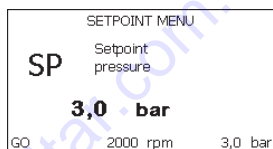

Рисунок 18: Визуализация параметра меню
На страницах, показывающих параметры, могут появляться: цифровые значения и единица измерения текущей строки, значения других параметров, связанных с настройкой текущей строки, графические линейки, перечни; см. Рисунок 18.
7.1.9 - Си Рисунок 18: Визуализация гистограммы мощности